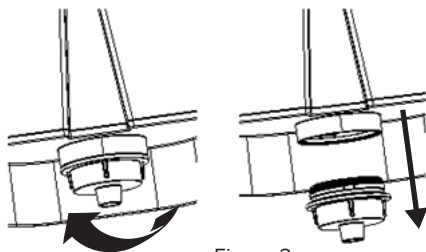

Figure 2
3. Dévissez la cartouche du filtre à charbon située au bas du réservoir d'eau, en tournant le bouchon à ailettes de 90° dans le sens inverse des aiguilles d'une montre avec votre main. Voyez la Figure: 2.